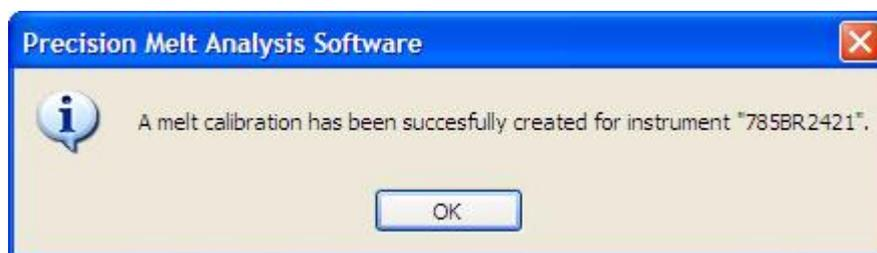

Рисунок 8. Успешная калибровка плавления.
4. Появится окно подтверждения успешной калибровки плавления (Рисунок 8).